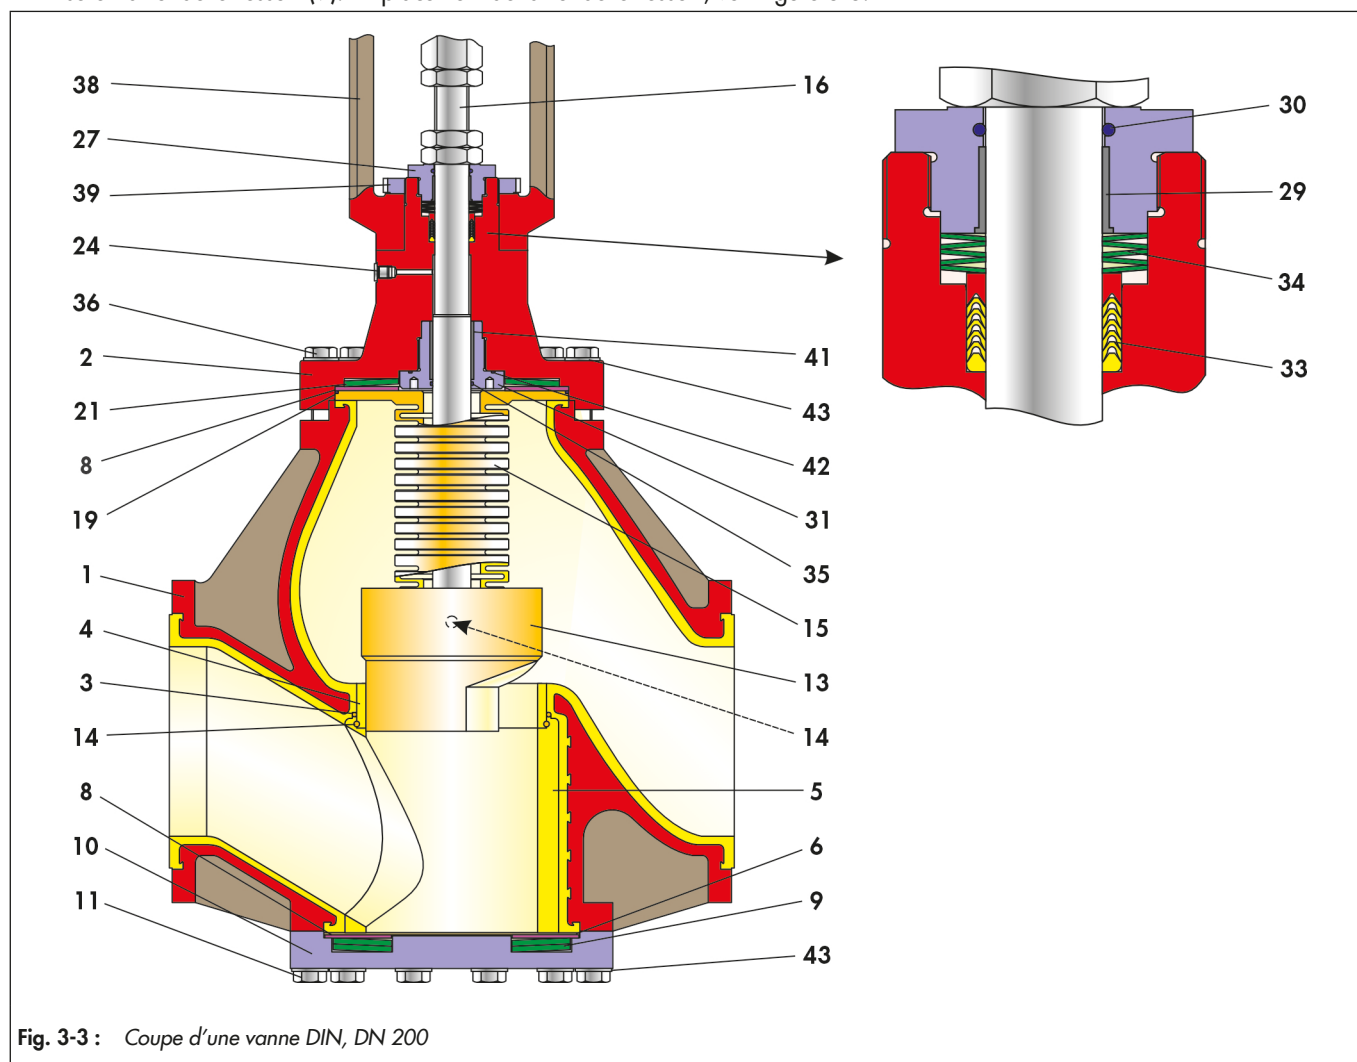

Fig. 3-3 : Coupe d'une vanne DIN, DN 200
- ⇒ Veiller à ce que l'ouverture de passage à l'intérieur de l'entretoise (5) soit alignée avec l'ouverture à l'entrée de la vanne.
- ⇒ Utiliser une mèche de 5 mm pour percer un trou de biais par rapport à la portée d'étanchéité et d'environ 10 mm de profondeur dans l'entretoise (5).
- ⇒ Enfoncer une goupille (14) en PTFE dans ce trou pour sécuriser l'entretoise contre toute rotation.
- ⇒ Poser la rondelle (6) en PTFE sur l'entretoise (5).
- ⇒ Poser la rondelle d'appui (8) sur la rondelle (6) en PTFE.
⇒ Insérer la rondelle-ressort (9). Emplacement de la rondelle-ressort, voir figure 3-3.
- ⇒ Pousser le clapet (13) par-dessus le soufflet (15).
- ⇒ Sécuriser la liaison entre le clapet et le soufflet avec une goupille (14) en PTFE poussée jusqu'en butée.
- ⇒ Poser le chapeau (2) sur une surface propre et douce située à hauteur de travail de sorte à pouvoir accéder facilement au passage de la tige.
- ⇒ Insérer l'entretoise, ainsi que les chevrons et l'anneau final de la garniture à chevrons (33). Ordre des chevrons, voir Fig. 3-3.
- ⇒ Insérer le jeu de rondelles-ressorts (34) dans l'alésage prévu à cet effet. Ordre des rondelles-ressorts, voir Fig. 3-3.
- ⇒ Insérer le joint torique (30) dans la rainure intérieure du presse-étoupe (27).
- ⇒ Enfoncer le palier supérieur (29) dans la partie inférieure du presse-étoupe (27).
- ⇒ Graisser le filetage sur le presse-étoupe (27).
- ⇒ Visser le presse-étoupe (27) dans le filetage supérieur du chapeau (2), la rainure de dégagement extérieure du presse-étoupe étant encore visible.
- ⇒ Insérer la rondelle-ressort (21), la rondelle d'appui (8) et le joint torique (19) dans le chapeau (2). Ordre des composants, voir Fig. 3-3.
- ⇒ Serrer la vis d'obturation (24).